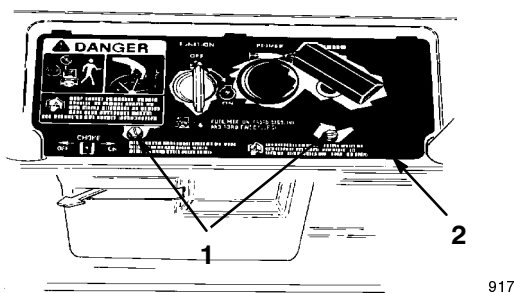

Figure 10
3. Enlevez les deux vis qui fixent le panneau de commande au carter (Fig. 10).
2. Enlevez les deux vis qui fixent le panneau de commande au carter (Fig. 10).
- Enlevez les deux vis qui fixent le panneau de commande au carter (Fig. 10).